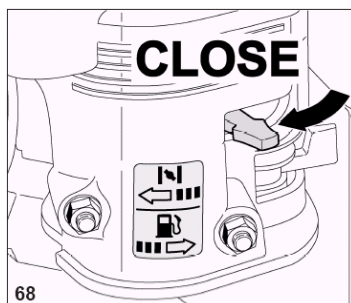

Рис.13
5. Перевести рычаг подачи воздуха в положение "CLOSE" (по часовой стрелке) (рис.13).